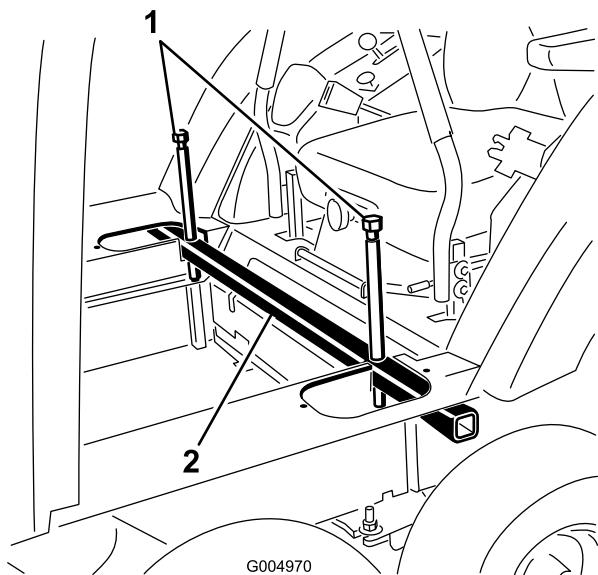

Figura 80
29. Instale o tubo do macaco da cabina nos cortes no piso da cabina (Figura 80).